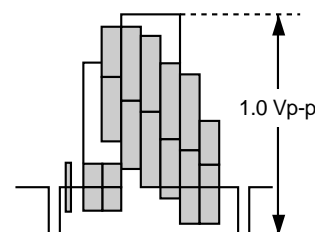

Figure 5-3.
- S'assurer que l'amplitude du signal E-E soit de 1,0 V crête-à-crête, comme il est montré sur la Figure 5-3.